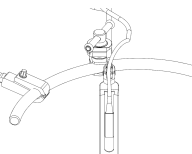

Figura 17
- Deslize as pontas do calço do **Cabo de luz, ponta achatada, 10', não estéril** (ML-0068) nos canais dos calços das **Lâminas retratoras**. (Figura 17)